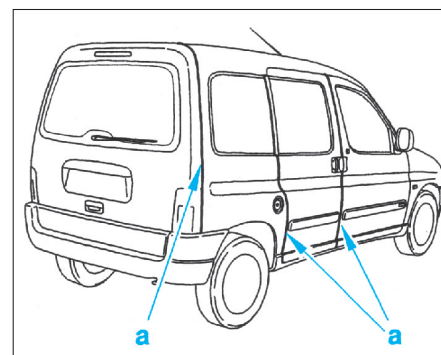

FIG. 88
- Fermer les portes et le hayon pour contrôler les jeux en (a) (voir le chapitre "Eléments amovibles") (Fig.88).